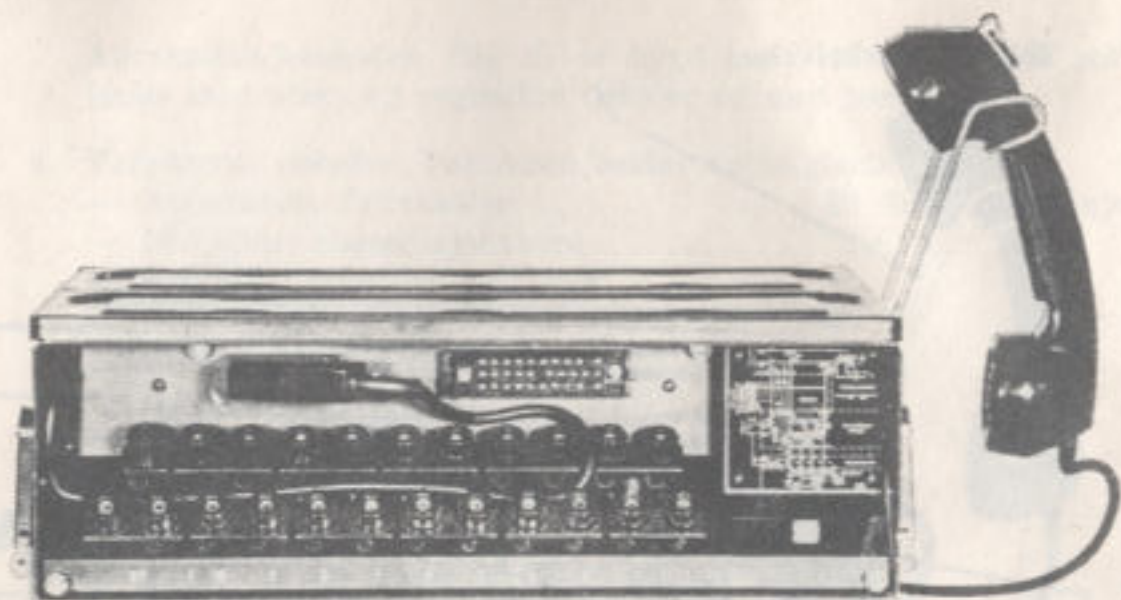

Fig 10
| — Bakstykke med tilkoblingslist | 1 (fig 10)   |
11. Bakstykket er festet til kassen med 4 skruer (fig 10). På innsiden er bakstykket forsynt med knivkontakter for elektrisk tilkobling av de pluggbare enheter til koblingslisten. Koblingslisten på utsiden av bakstykket består av: